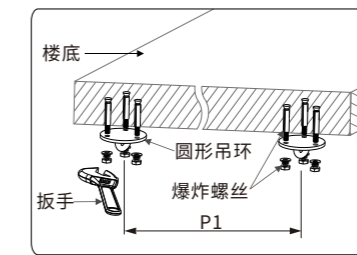

图1
1. 根据银幕左右两挂环之间的距离P1, 将圆形吊环(非配件)固定安装在楼底上(如图1)。(注意: 安装B型系列银幕必须确保安装在楼底上的每个吊环最少能承受100Kg的承受力, 安装A型系列银幕必须确保每个吊环最少能承受200Kg的承受力, 以免造成银幕脱落。)